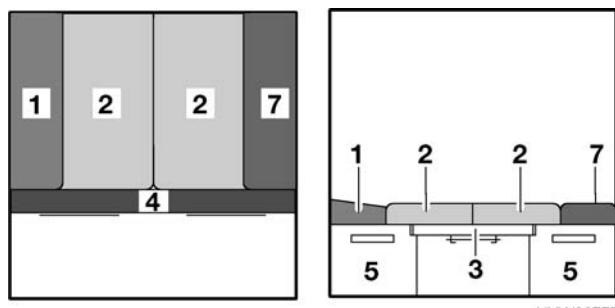

Fig. 85 Dopo la trasformazione
- Posizionare i due cuscini del divano (Fig. 85,2) al centro.
- Piazzare il cuscino sinistro dello schienale (Fig. 85,1) tra il cuscino del divano e la parete.
- Piazzare il cuscino aggiuntivo (Fig. 85,7) tra il cuscino del divano e la parete.
- Appoggiare il cuscino aggiuntivo (Fig. 85,4) sulla prolunga del cassone letto.